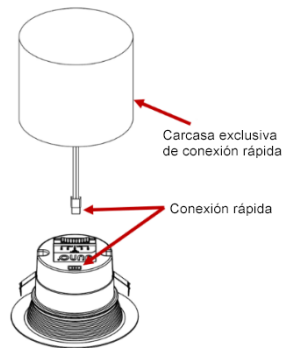

Figura 6
- II. **Instalación en carcavas exclusivas de conexión rápida:** enchufe el conector de la carcava exclusiva de conexión rápida en el conector naranja correspondiente situado en la parte superior de la moldura del módulo. Presione firmemente para asegurarse de que los conectores están bien sujetos (*consulte la figura 6*). **¡EL MÓDULO NO DEBE COLGAR SIN EL APOYO DEL CONECTOR RÁPIDO NARANJA!**